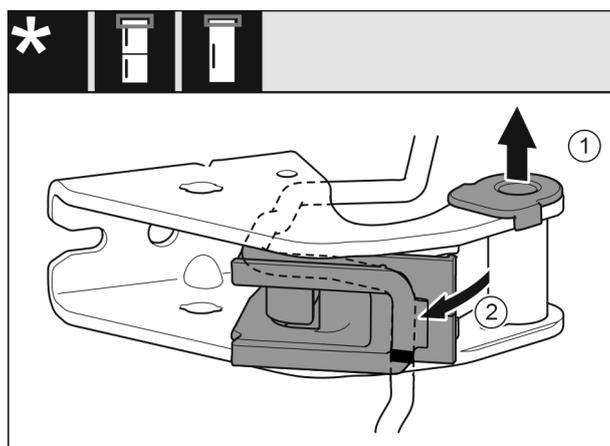

Fig. 26
- ▶ Trekk lagerbøssingen ut av føringen. Fig. 26 (1)
- ▶ Sving kabelholderen ut. Fig. 26 (2)